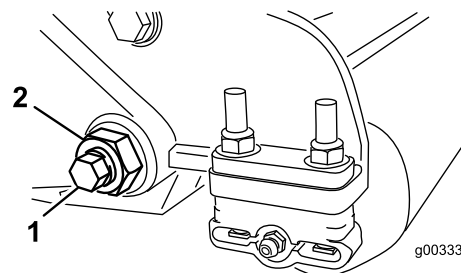

Рисунок 29
3. С каждой стороны машины ослабьте контргайку, крепящую болт планки неподвижного ножа (Рисунок 29).
4. Отверните каждый болт планки неподвижного ножа, чтобы можно было потянуть планку вниз и снять ее с режущего блока (Рисунок 29).